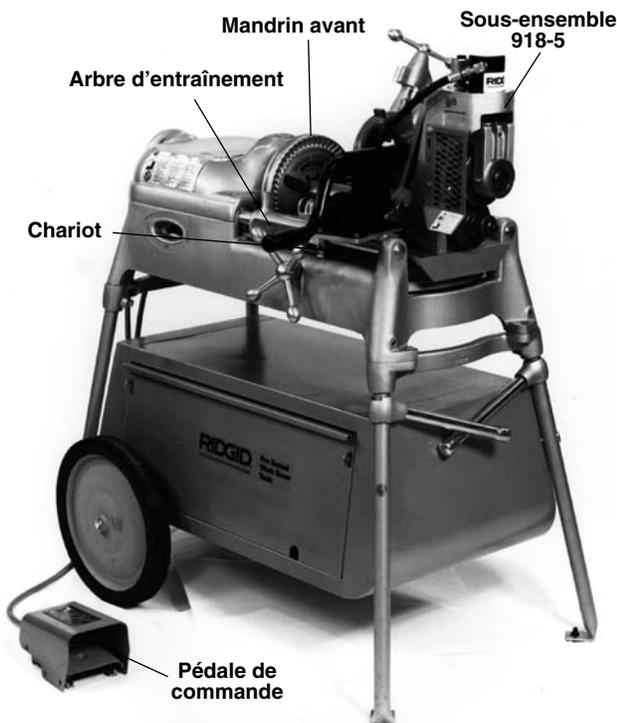

Figure 8 – Rainureuse à galets n° 918-5 sur machine à fileter n° 535
- Posez la 918-5 sur le rail de chariot opposé et baissez-la sur le rail le plus proche (Figure 8).